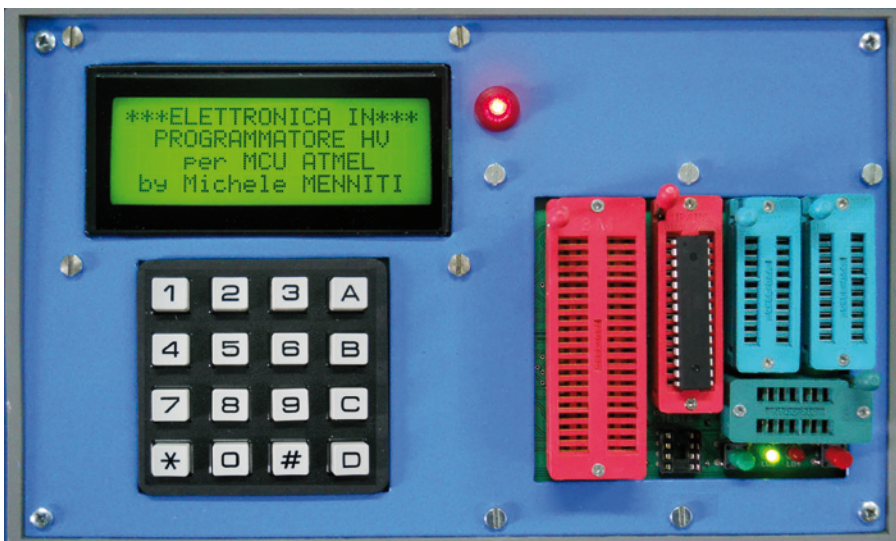

Fig. 6 - L'avvio della Programmazione HV sullo stand-alone.
Appena si accende lo strumento sul display LCD appare la schermata iniziale con i "credits" (Fig. 6), e lo strumento resta in attesa della pressione di un tasto qualsiasi per procedere; quindi appare il messaggio che invita ad inserire il micro target nel proprio zoccolo e successivamente a premere il pulsante "GO" (quello rosso nella Fig. 6). Fino a che non si preme il pulsante "GO" vedrete acceso il LED verde, che indica che lo strumento è in modalità di attesa.
- **Tasto 0 = Fine lavoro:** si chiude la fase di programmazione senza svolgere alcuna funzione, il display mostra un messaggio che indica la necessità di rimuovere il chip dallo zoccolo e premere il pulsante "RESET" (quello verde nella Fig. 6) per iniziare una nuova operazione;